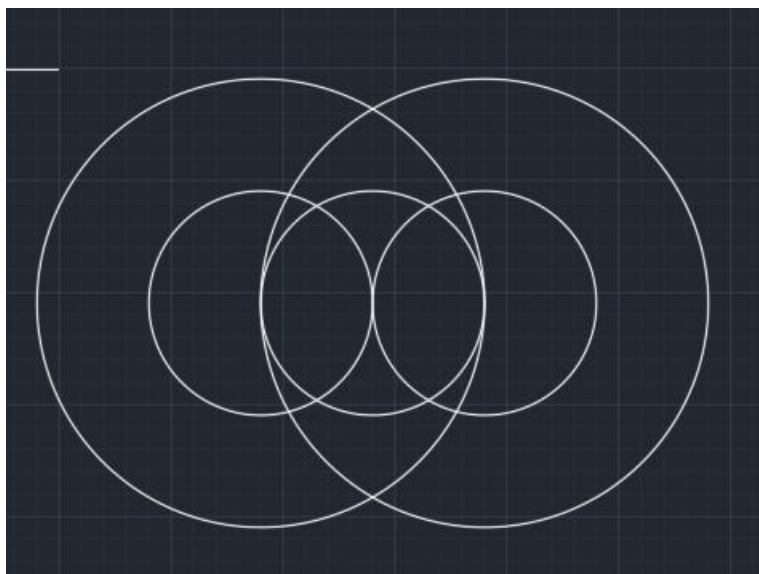
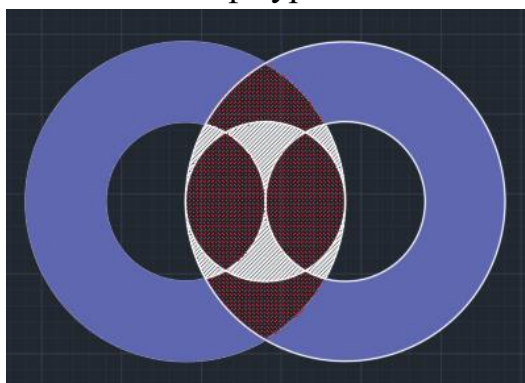

Рисунок 1.13 – Вигляд фігури для виконання роботи
Рисунок 1.14 - Варіант вигляду робочого поля для завдання 4
4. Створити фігуру рис. 1.13. Заштрихувати різними позначками області виділені на рис. 1.14. Радіус великого та малого кола див. «Додаток 1_R,r»